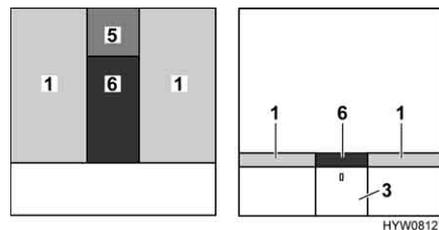

Fig. 69 Después de la transformación
- Colocar el cojín adicional (Fig. 69,5) sobre el armario de noche.
- Colocar el cojín adicional (Fig. 69,6) entre los colchones (Fig. 69,1).